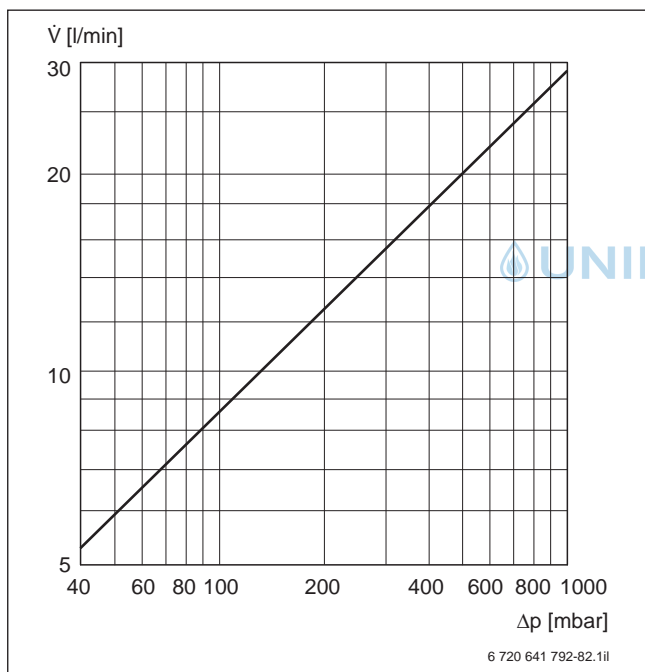

Bild 70 Druckverlust thermostatischer Warmwassermischer R ³/₄ bei 80 °C Warmwassertemperatur, 60 °C Mischwassertemperatur und 10 °C Kaltwassertemperatur
- ▶ Diagramm in Bild 70 berücksichtigen.